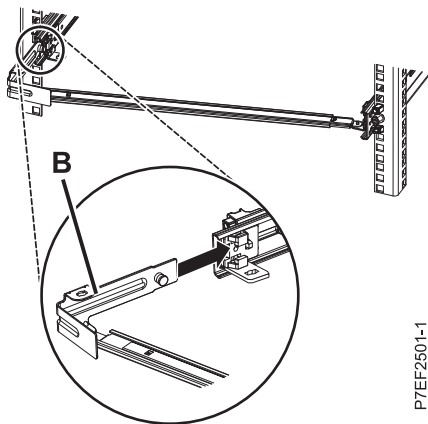

Abbildung 12. Stift herausziehen und Halterung in der Schiene installieren
4. Bringen Sie den Kabelträgerhaltewinkel (**B**) an der Aussparung an der Innenseite der linken Schiene an, indem Sie den Haltewinkel (**B**) in die Schiene schieben, bis der gefederte Stift einrastet. Einzelheiten finden Sie unter Abb. 12.